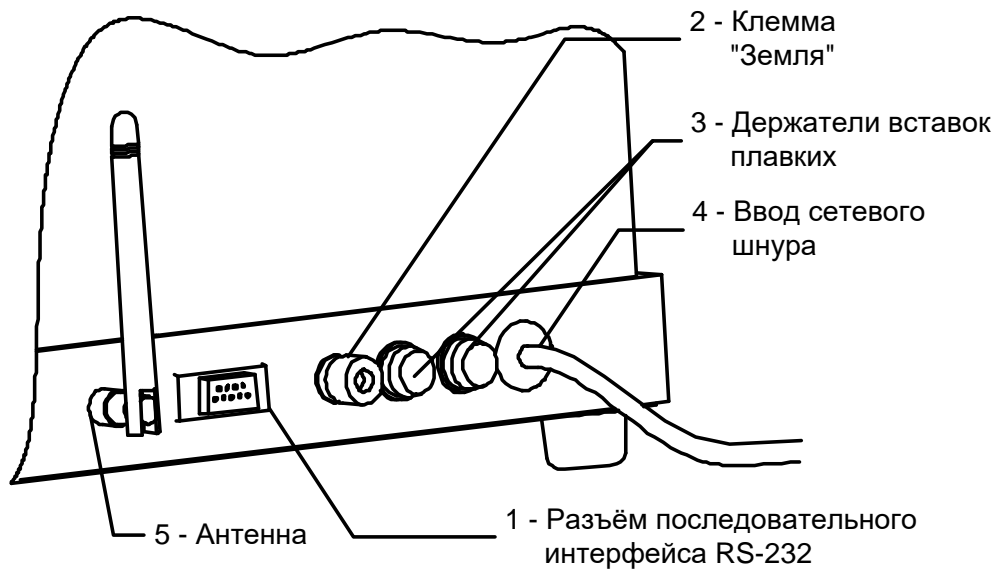

Рисунок 2 – Вид электронного блока сзади
2.3.3.2 На задней стенке блока управления (рисунок 2) находятся: **разъём 1** для подключения аппарата к ПК по интерфейсу RS-232, **клемма «Земля» 2** для заземления аппарата, **держатель вставок плавких 3**, **ввод для сетевого шнура 4** и **разъём для антенны беспроводного интерфейса 5**.
3.1.4 Клемму «Земля» (п.2 рисунок 2, страница 5) подключить к контуру заземления.